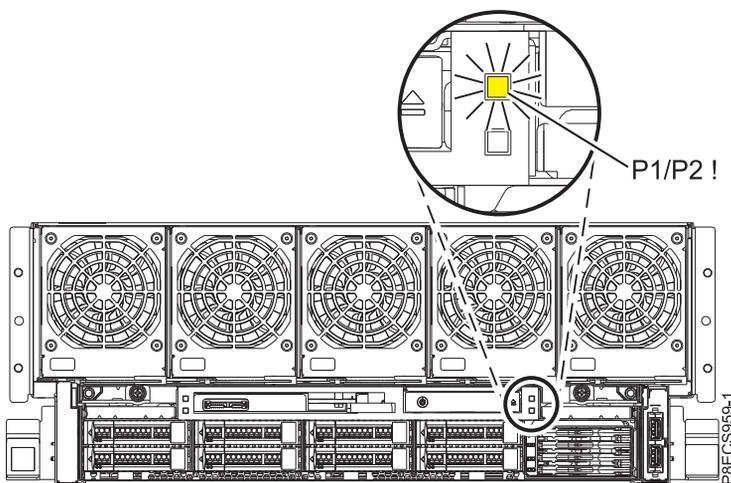

Abbildung 9. Fehler-LED **P1/P2** ! an der Vorderseite des Systems vom Typ 8408-E8E.
6. Beachten Sie den Status der Fehler-LED **P1/P2** ! die sich an der Vorderseite Ihres Systems vom Typ 8408-E8E befindet, wie in Abb. 9 gezeigt.